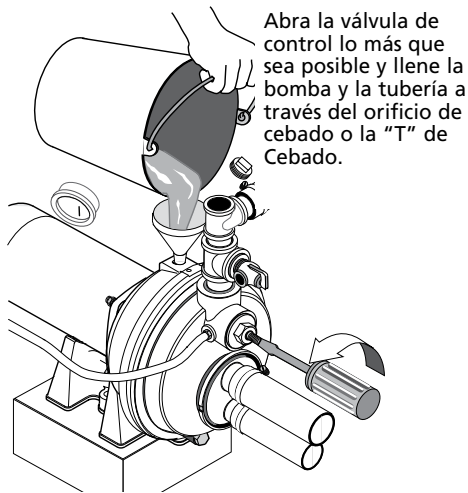

Figura 13 – Llenado de la Bomba
1. Abra la válvula de control lo más que sea posible (Vea la Figura 13). Después retire el tapón de cebado de la bomba y llénela, llenando toda la tubería entre la bomba y el pozo; asegúrese de que toda la tubería en el pozo esté llena. Si también instaló una